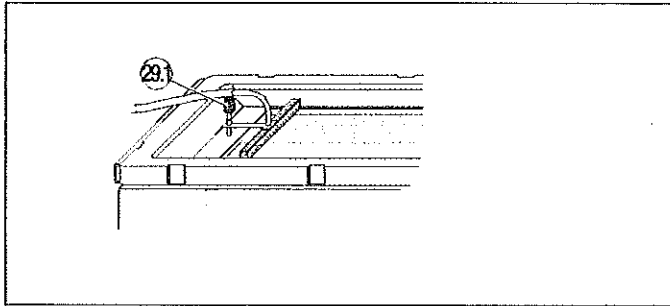

Fig. 3
Enficher le tuyau de transmission (28) sur le raccord de l'excitateur pour ondes rectilignes (29) et mettre celui-ci dans la cuve à ondes. Régler la vis (29.1) de façon à ce que le bord inférieur de l'excitateur touche à peine la surface de l'eau (voir fig. 3).
Régler la vis (30.2) de telle sorte que le bord inférieur de l'excitateur touche à peine la surface de l'eau (voir fig. 3).
Empalmar la manguera de transmisión (28) a la conexión del excitador para ondas planas (29) y colocarlo en la cubeta de ondas. Ajustar el tornillo (29.1) de tal manera que el borde inferior del excitador toque apenas la superficie de agua (véase la Fig. 3).
Ajuste el tornillo (30.2) de tal manera que el borde inferior del excitador toque apenas la superficie de agua (véase la Fig. 3).